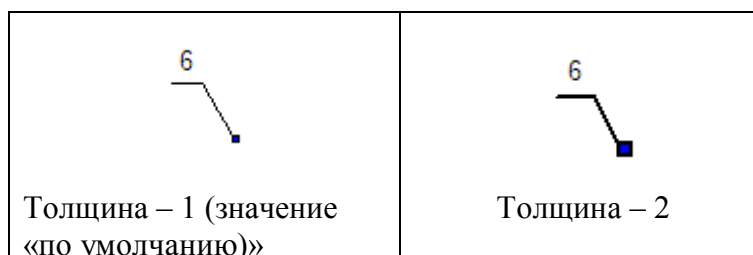

Рис. 3.150
5. Толщина линий выносок (в pt). Пример выносок с различными значениями толщин линий показан на Рис. 3.150.